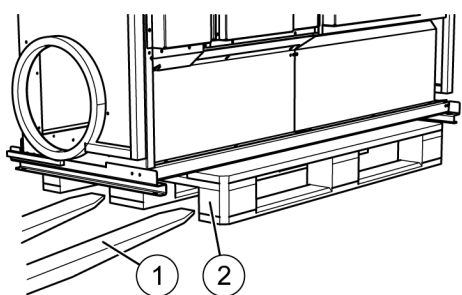

Abb. 22: Hubwagen
2. Hubwagen (Abb. 22/1) von der schmalen Seite in die Palette (Abb. 22/2) einfahren.